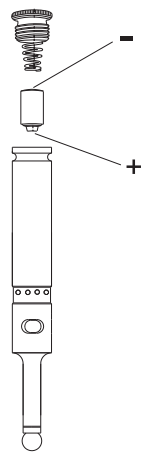
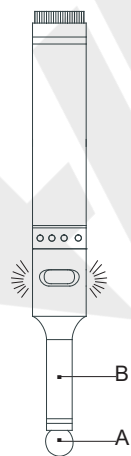

Fig.1
Fig.2
1. Installare la batteria (23A, 12V) con il terminale negativo della batteria rivolto verso l'alto (Fig.1). Collegare il filo metallico tra A e B per garantire l'accensione del LED e il suono del cicalino (il 6566-3 include il cicalino) (Fig.2).